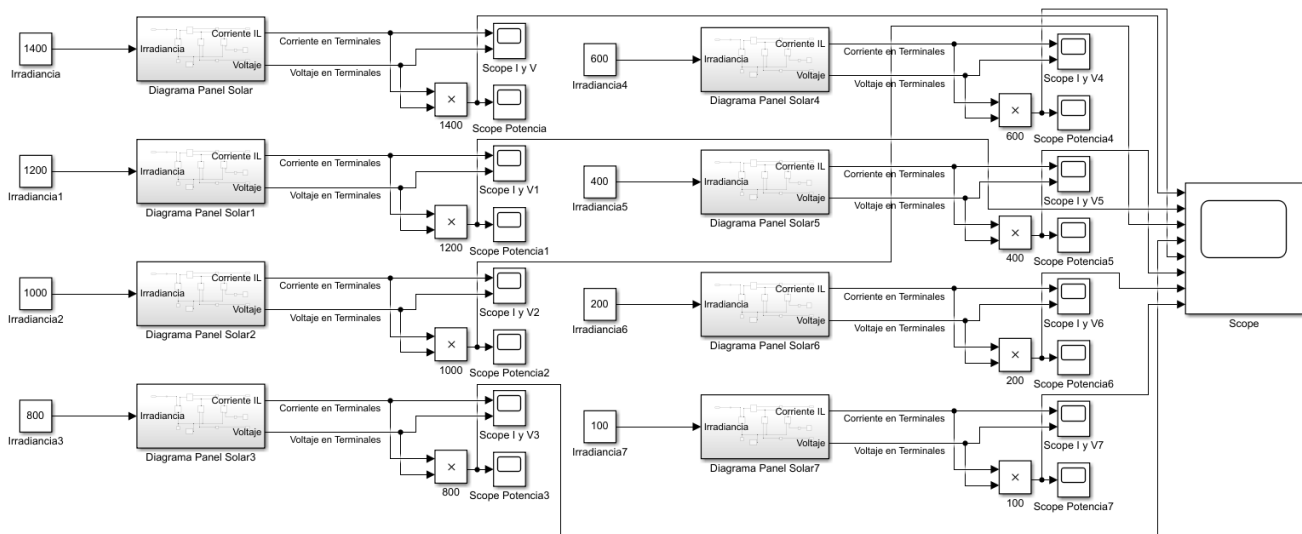

Fig. 48. Diagrama final de conexión para observar el comportamiento de la irradiancia en un panel solar.
6. Una vez completa la **Tabla 17**, utilice el bloque nombrado *Scope* y presente todas las gráficas de potencia, obsérvese la **Fig. 48**.
1. Usando el diagrama de la **Fig. 48**, acceda al bloque nombrado *Diagrama Panel Solar*.